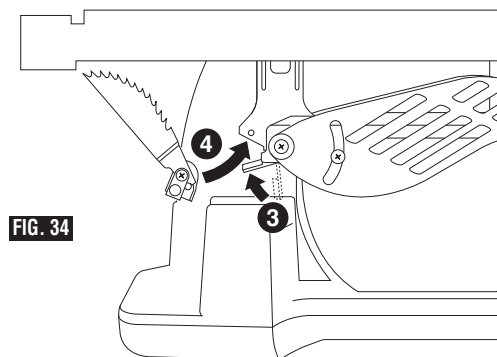

FIG. 34
3. Verrouillez l'ensemble de barrière de sécurité principale en place de la même manière que vous l'attacheriez au couteau principal (Fig. 34).